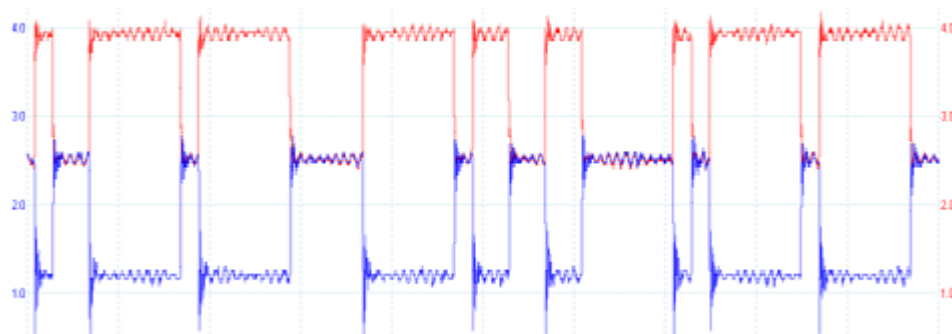

Рисунок 19. Сообщения в CAN-шине силового агрегата (High (красная) и Low (синяя)) на экране осциллографа
3. подключите 2 щупа осциллографа к контактам CAN-H и CAN-L (либо в диагностическом разъёме, либо напрямую к шине), при этом GND-контакты осциллографа и CAN-шины должны быть общими, и проверьте наличие сообщений при включенном зажигании ТС (пример сигнал в шине силового агрегата см. рис. 19).